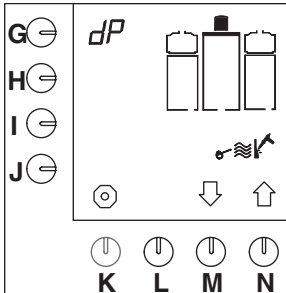

Fig. 18 Start kaffebryggerens afkalkningsprogram
- Afkalkningsprogrammet vises i displayet (fig. 18).
- Hold programmeringsknappen (G.) nede, indtil fig. 18 vises i displayet igen.